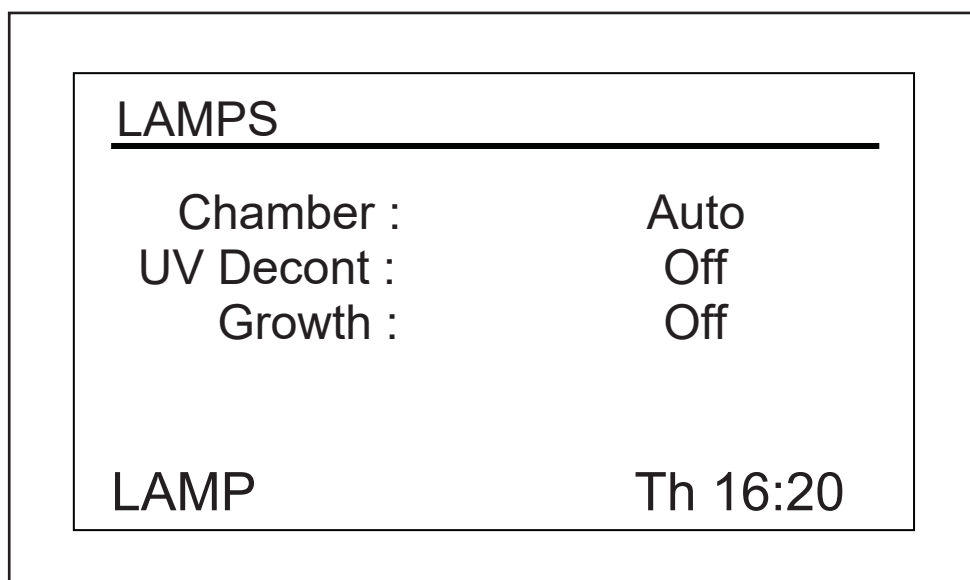

Рис. 9-6: Экран ламп
На этом экране (см. рис. 9-6 на стр. 56) вы можете включать и выключать лампу (*камеры*), дополнительную бактерицидную УФ-лампу (деконтаминация) (*UV Decont*) и дополнительные лампы для фотосинтеза и стимуляции роста (*Growth*). Настройка *On* означает, что лампа всегда включена, настройка *Off* означает, что она всегда выключена, если вы не добавили дополнительную настройку (см. *Программирование шейкера на стр. 60*).
Текущая настройка начнет мигать (в примере экрана мы используем лампу *камеры* (см. рис. 9-6 на стр. 56)).
2. Поворачивайте ручку влево или вправо до тех пор, пока не появится нужная настройка режима (в этом примере *Auto* (см. рис. 9-6 на стр. 56)).